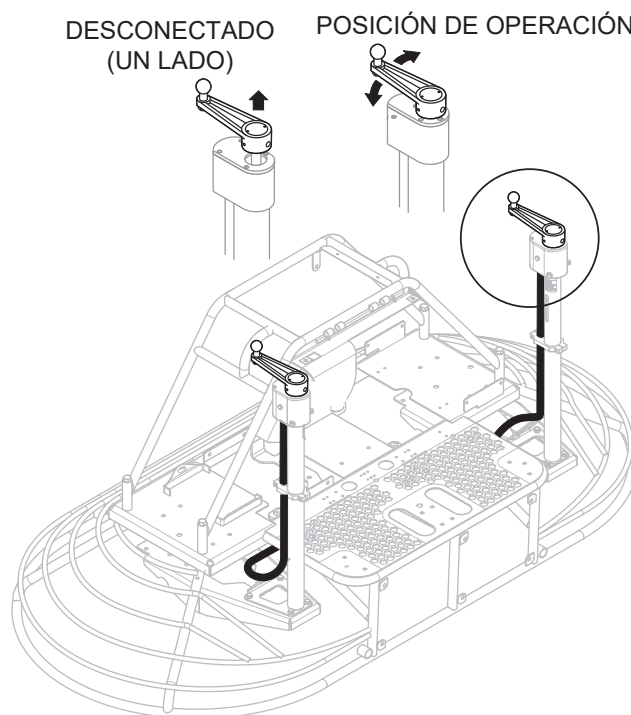

Figura 19. Torres de inclinación
1. Levante la palanca de ajuste de inclinación (Figura 19) en cualquiera de los lados de la alisadora. Una vez levantada, ese lado está desconectado ahora del sistema Twin Pitch™.